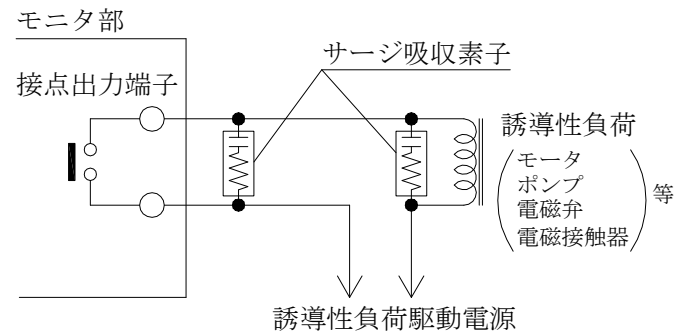

図 1 3. サージ吸収素子の接続例
- 3) 本器の上下限接点出力またはヒステリシス接点出力で電磁開閉器等の誘導性負荷を ON/OFF する場合は本器のリレー接点保護とスパークノイズによる誤動作防止のため、必ず負荷回路に並列にサージキラー等のサージ吸収素子を取り付けて下さい。(図 1 3 参照)